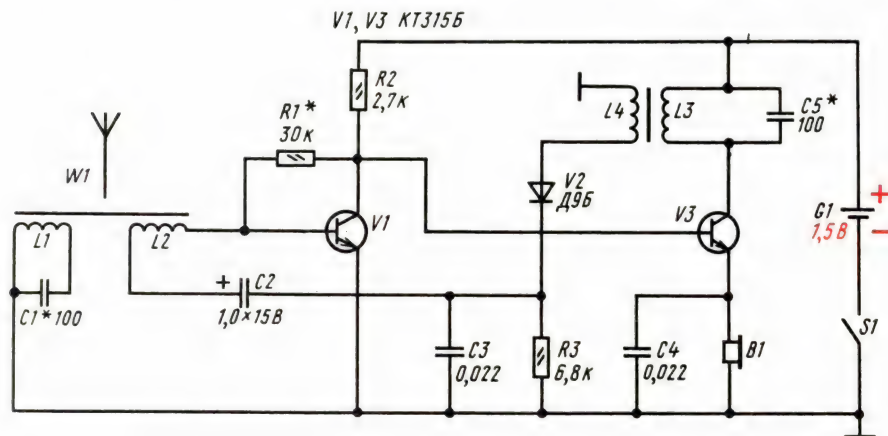

Рис. 210. Двухконтурный рефлексный приемник с низковольтным питанием
**Первый вариант — двухконтурный 2-V-2 с низковольтным питанием.** Его принципиальная схема показана на рис. 210. Приемник, как видишь, двухтранзисторный, с внутренней магнитной антенной на входе и телефонном на выходе. Питаясь от одного гальванического элемента 316 или 332, он обеспечивает уверенный прием программ одной местной или отдаленной мощной радиовещательной станции. Потребляемый ток не превышает 1,5 мА. Это значит, что энергии одного элемента хватает на 200–300 ч непрерывной работы приемника.